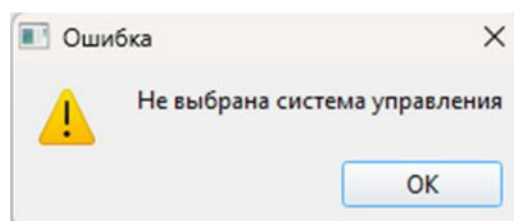
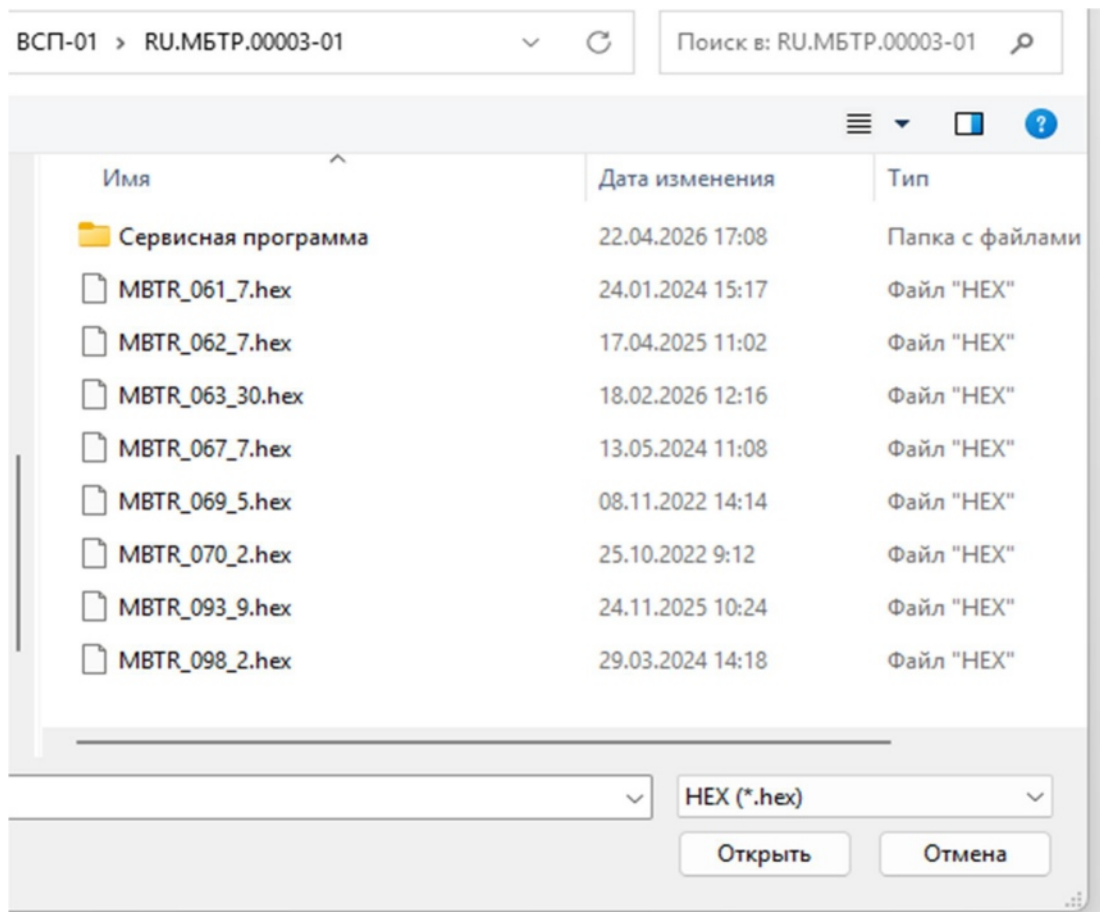

Рис. 8 – Ошибка
Рис. 9 – Выбор файла для программирования
12. Нажать кнопку «Открыть файл». Если плата не выбрана, появится окно с информацией об ошибке (рис. 8). При успешном выборе платы откроется окно для выбора файла программы (рис. 9).